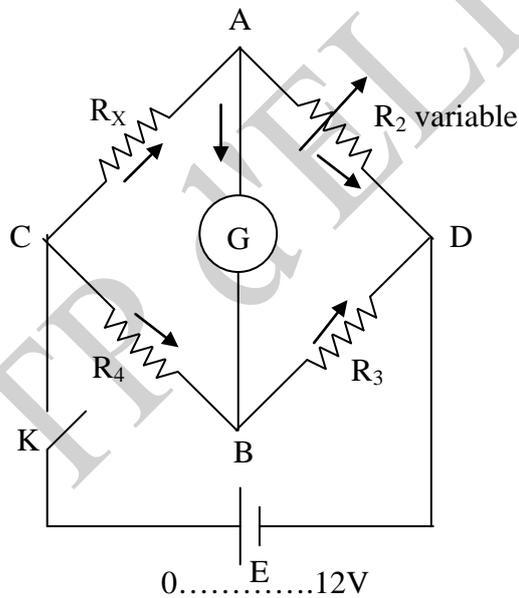

Figure 3
a) Réaliser le montage de la figure 3.